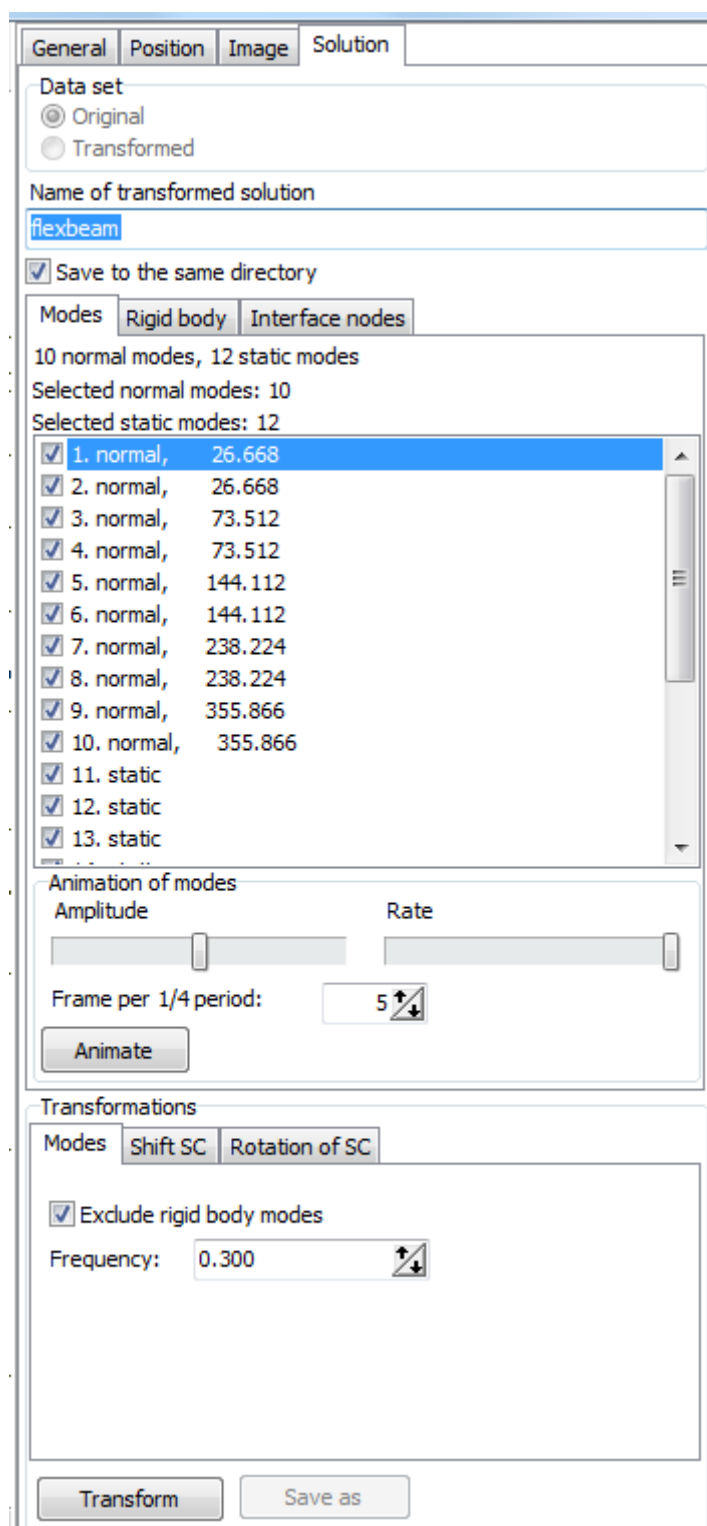

图 1.8
- 勾选 **Save to the same directory**，勾选 **Transformations | Exclude rigid body modes**，设置 **Frequency** 为 **0.3** (Hz)，如图 1.8 所示。